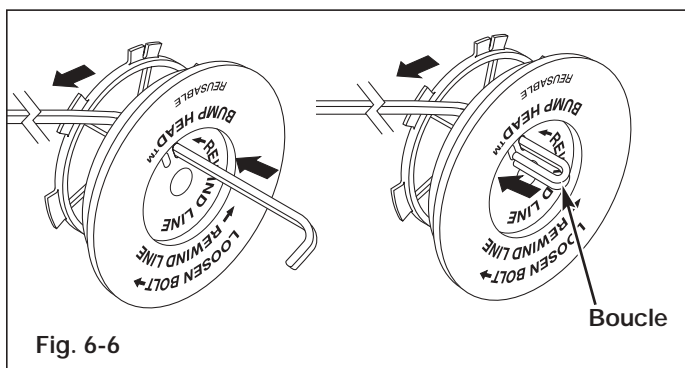

Fig. 6-6
8. Découpez environ 3 m (10 pi) de fil neuf. Insérez une extrémité de fil dans l'un des deux trous du moulinet intérieur (Fig. 6-6). Tirez le fil jusqu'à ne laisser que 10 cm (4 po) environ.
9. Insérez l'extrémité du fil dans le trou ouvert du moulinet et tirez sur le fil pour que la boucle soit le plus petit possible (Fig. 6-6).